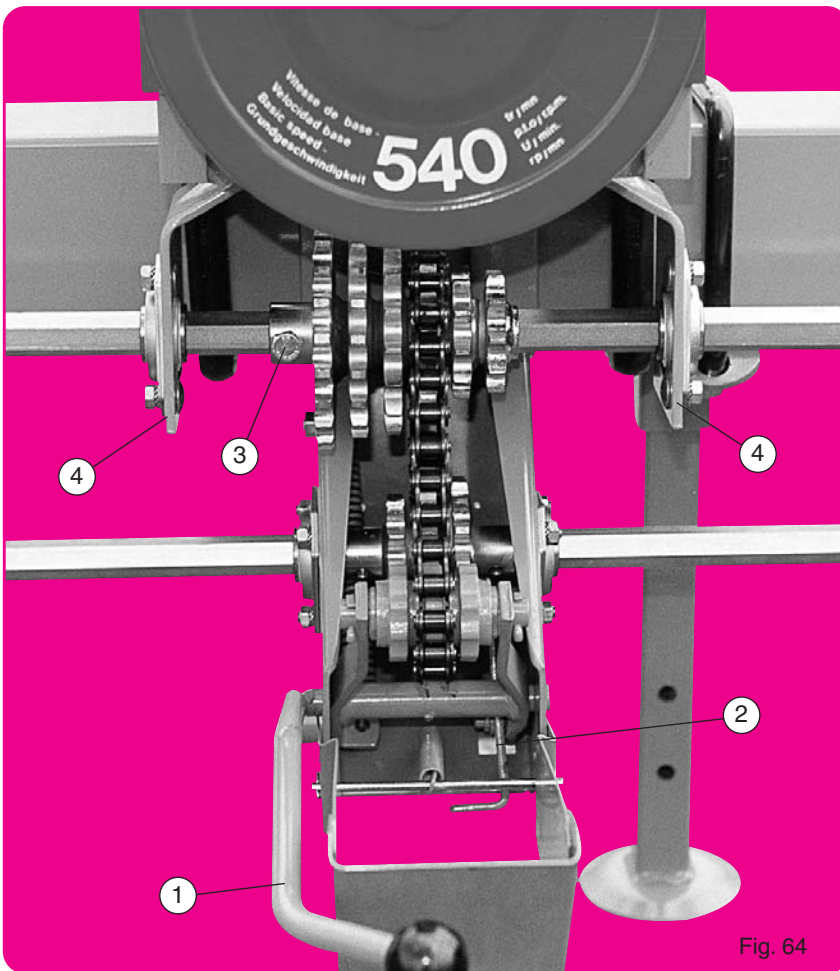

Fig. 64
- Montage normal (fig. 64) pour semoir à nombre de rangs pair et inter-rangs supérieur à 45 cm.
- Normal assembly (fig. 64) for planters with an even number of rows and inter-row spacing over 45 cm (18")
Normale Montage (Abb. 64) für Sämaschinen mit gerader Reihenanzahl und Reihenabstand über 45 cm.
- normale montage (fig. 64) voor een zaaimachine met een even aantal rijen en voor een rijafstand van meer dan 45 cm.